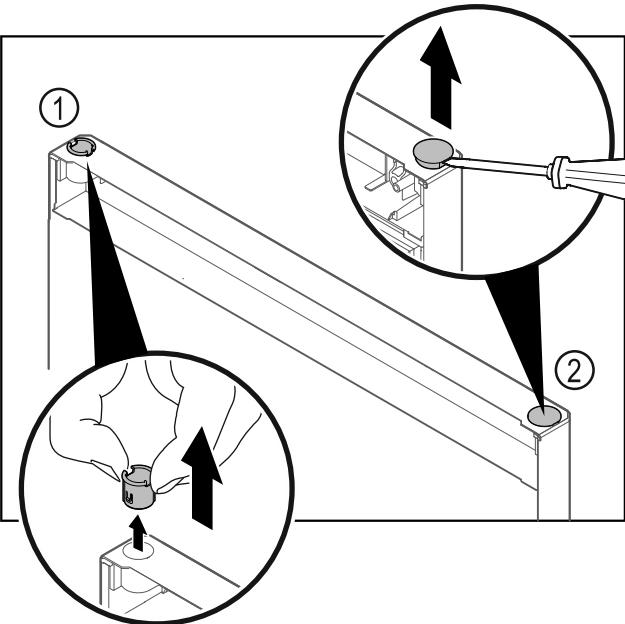

Fig. 18
- Izvelciet ar pirkstiem enģes ieliktni Fig. 18 (1).
- Paceliet uzmanīgi ar plakano skrūvgriezi un izvelciet ārā nosedzošo aizbāzni Fig. 18 (2).